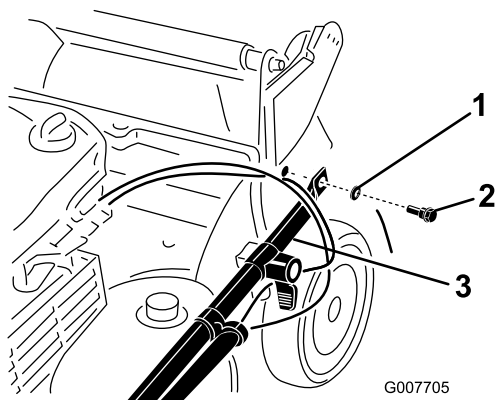

Figure 3
2. Fixez les extrémités du guidon au carter de tondeuse avec 2 rondelles et 2 boulons (Figure 3), **mais ne serrez pas les boulons.**
Important: Acheminez les câbles à l'extérieur du guidon (Figure 3).